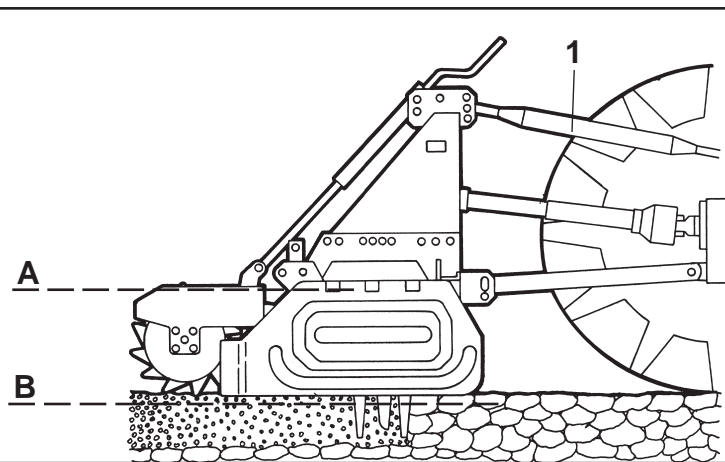

Fig. 9
- 4 - Collegare il terzo punto superiore ed effettuare una corretta regolazione con il tirante (1 Fig. 9) verificando che il piano superiore della macchina (A Fig. 9) risulti parallelo al piano terra (B Fig. 9). Ciò è molto importante allo scopo di ottenere il parallelismo tra asse albero presa di forza della macchina e quello della presa di forza del trattore. Operare in queste condizioni significa limitare le sollecitazioni sulla presa di forza stessa e prolungare la durata dell'albero cardanico e della macchina stessa.
- 4 - Connect the upper third-point and correctly regulate by means of the adjuster (1 Fig. 9), checking that the upper surface of the machine (A Fig. 9) is parallel to the ground (B Fig. 9). This is very important since it achieves parallelism between the axis of the machine and that of the tractor pto. When the implement operates in these conditions, there will be less stress on the pto itself while the cardan shaft and implement will be much less subject to wear.
- 4 - Den oberen Kupplungspunkt anschließen und den oberen Lenker (1 Abb. 9) korrekt einstellen. Sicherstellen, daß die obere Haubenkante der Maschine (A Abb. 9) parallel zum Boden (B Abb. 9) steht. Das ist sehr wichtig, um die Parallelität zwischen der Achse der Maschine und der der Schlepper-Zapfwelle zu erhalten. Wenn diese Parallelität gegeben ist, wird die Zapfwelle weniger belastet und das Leben von Gelenkwelle und Gerät wird verlängert.
- 4 - Reliez le troisième point supérieur et réglez correctement à l'aide du tirant (1 Fig. 9). Assurez-vous que le plan supérieur de la machine (A Fig. 9) soit pratiquement parallèle au terrain (B Fig. 9). Ceci est très important en vue d'obtenir le parallélisme entre l'axe de la houe et celui de la prise de force du tracteur. Travailler dans ces conditions signifie limiter les sollicitations sur la prise de force et prolonger la durée de l'arbre à cardans, mais aussi de la machine.
- 4 - Conectar el tercer punto superior y efectuar una correcta regulación con el tirante de regulación (1 Fig. 9) controlando que el plano superior de la máquina (A Fig. 9) resulte paralelo al plano al nivel del suelo (B Fig. 9). Esto es muy importante para obtener paralelismo entre el eje de la binadora y el eje de la toma de fuerza del tractor. Esto permite limitar los esfuerzos sobre la toma de fuerza misma y hacer durar el árbol cardánico y la máquina misma.